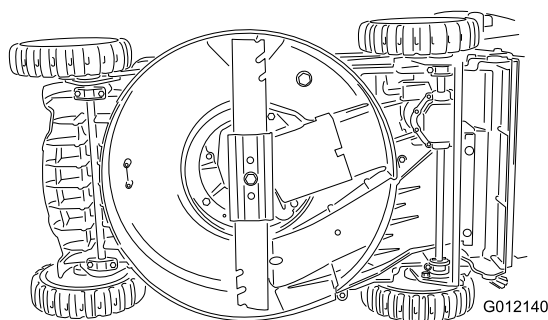

Figura 24
5. Montate la lama nuova (ruotate il bullone della lama in senso orario) e tutti gli elementi di fissaggio (Figura 24).